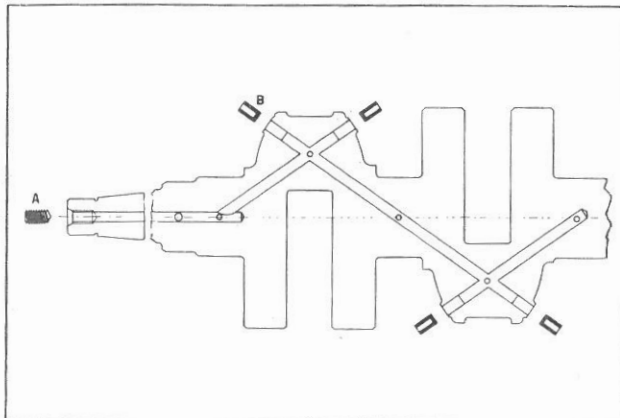

Fig. 26
Togliere vite (A) e tappi ad espansione (B) (Fig. 26). Immergere l'albero in un bagno di petrolio o solvente. Asportare con una punta metallica le morchie dai condotti.
Remove screw A and expansion plugs B (Fig. 26). Immerse shaft in kerosene or solvent bath. With a metal tip remove all sludge from oil drillings.
Enlever la vis (A) et les bouchons à expansion (B) (fig.26). Plonger le vilebrequin dans un bain de pétrole ou solvant. Enlever les dépôts des conduits avec une pointe métallique.